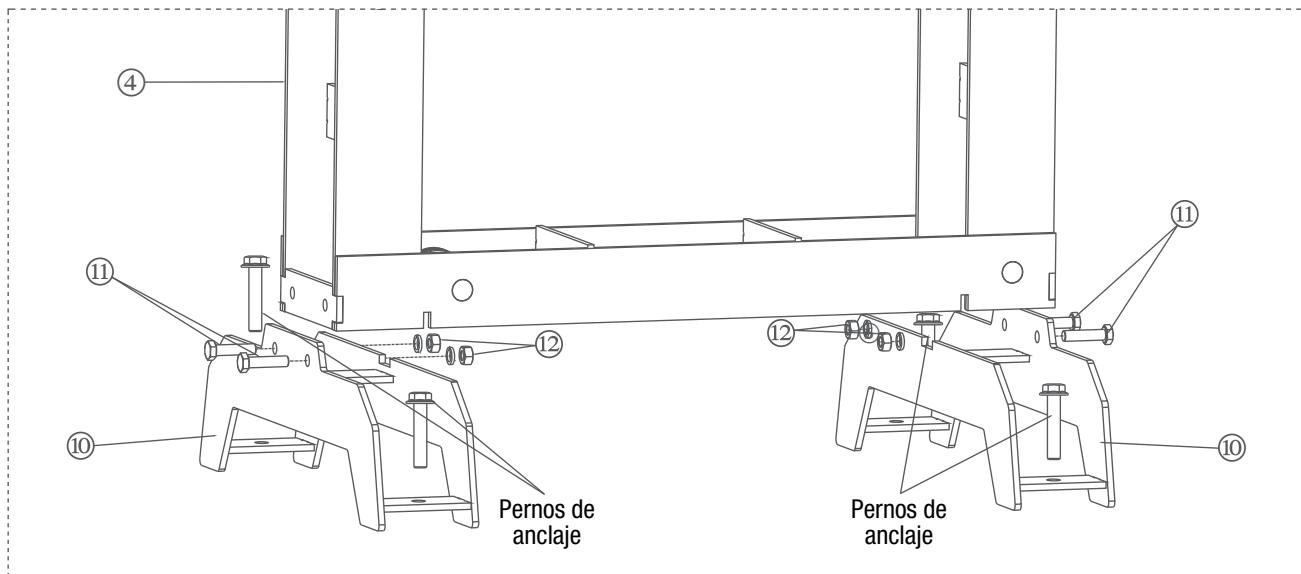

Figura 1
1. Quite la tapa del cajón de madera. Extraiga la palanca de bomba del cajón y de la caja de cartón que incluya las patas de la prensa (10) y la ferretería.
2. Eleve la parte inferior del ensamble del armazón de la prensa (4) sobre el borde del cajón de madera con el fin poder instalar los ensambles de base de los pies (10) en el armazón de la prensa con la ferretería (11 y 12) provista. Consulte la figura 1. Apriete la ferretería.